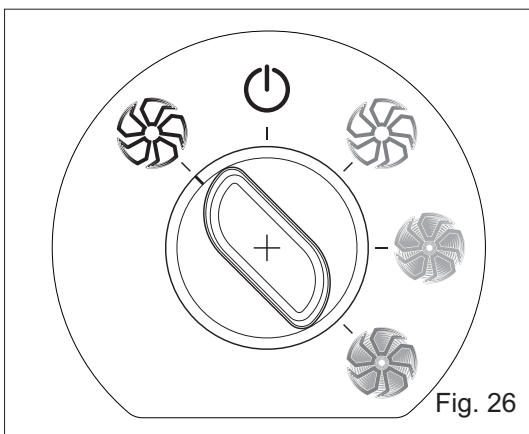

Fig. 26
- Positionner le bouton de la façon indiquée sur la figure 26.